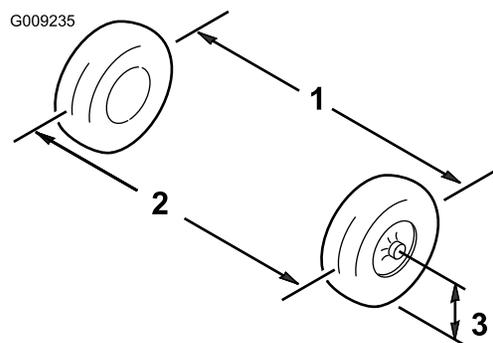

図 55
1. 前輪の前と後ろで、左右のタイヤの中央線間距離を測る計測はアクスルの高さで行う (図 55)。